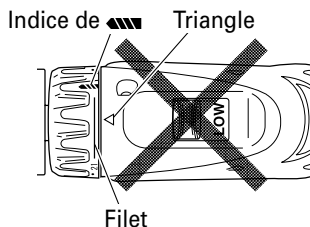

Fig. 10
- (1) En mode visseuse, alignez l'un des chiffres du sélecteur "1, 3, 5 ... 21" ou le point avec le repère triangulaire sur le corps.
- (2) En mode perceuse, alignez le symbole du foret "▲" sur le sélecteur de débrayage avec le repère triangulaire sur le corps.
- N'utilisez pas l'outil avec le sélecteur de débrayage positionné entre le chiffre "21" et la ligne au centre du symbole du foret "▲", vous risqueriez de l'endommager (Voir Fig. 10).